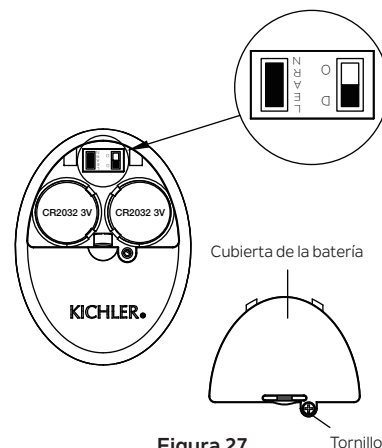

Figura 27
De lo contrario, el control remoto no funcionará. Para realizar este proceso manualmente, siga los pasos a continuación: Después de instalar y cablear la unidad, restaure la energía a su ventilador, presione y mantenga presionada la tecla LEARN (Aprender) durante 1-3 segundos, el ventilador se encenderá a velocidad media y la luz (si está instalada) se encenderá. Esto confirma que se ha completado el proceso de aprendizaje. Esta operación debe completarse dentro de los 30 segundos después de restaurar la energía al ventilador. (Figura 27)
NOTA: Asegúrese de que el interruptor deslizante en el compartimiento de la batería marcado “D O” esté en la posición “D”. (Figura 27)
Paso 4. Vuelva a colocar la cubierta de la batería y apriete con un destornillador. (Figura 27)